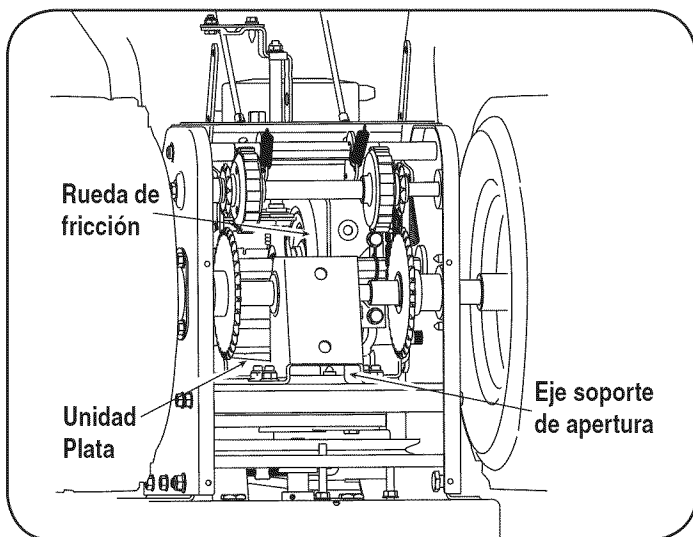

Figura 26
2. Busque la apertura entre el soporte del eje delantero y el marco de apoyo (véase la Figura 26). Mirando a través de esta apertura, con la rueda de control en libertad, debe haber espacio entre la rueda y la fricción de la placa de la unidad en todas las posiciones de la palanca del selector de velocidad.
3. Con la rueda de control dedicado, la fricción de la rueda deberá ponerse en contacto con la placa de la unidad. Vea la Figura 26.